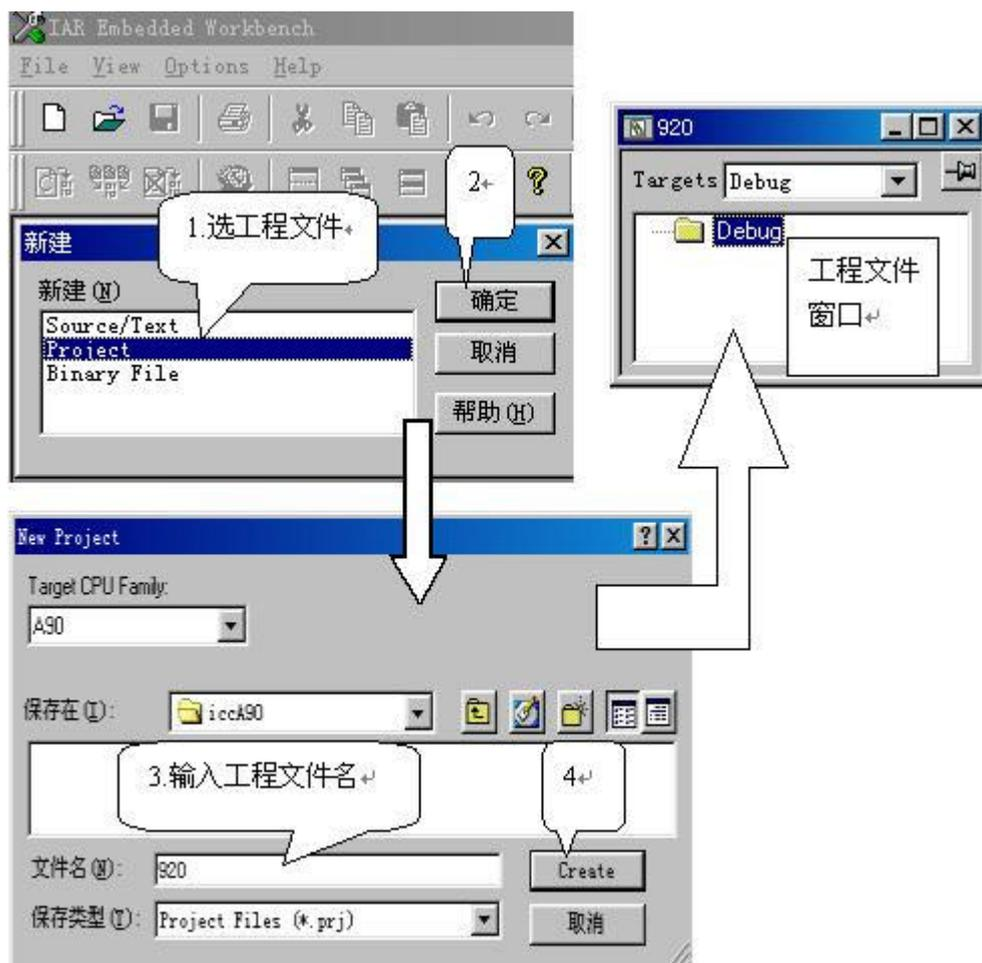

图 922 新建工程文件窗口
1. **创建工程文件:**按序操作, -File→New→Project 创建新工程文件,如图 922 新建工程文件窗口选择 CPU 为 A90,并输入工程文件名,如:920